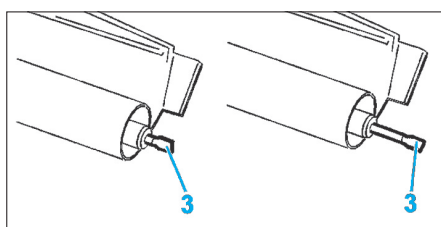

Fig. 60
- Compresser le ressort (Fig.60) :
- faire tourner le ressort avec l'embout (3) poussé,
- faire ressortir l'embout (3) pour bloquer le ressort,